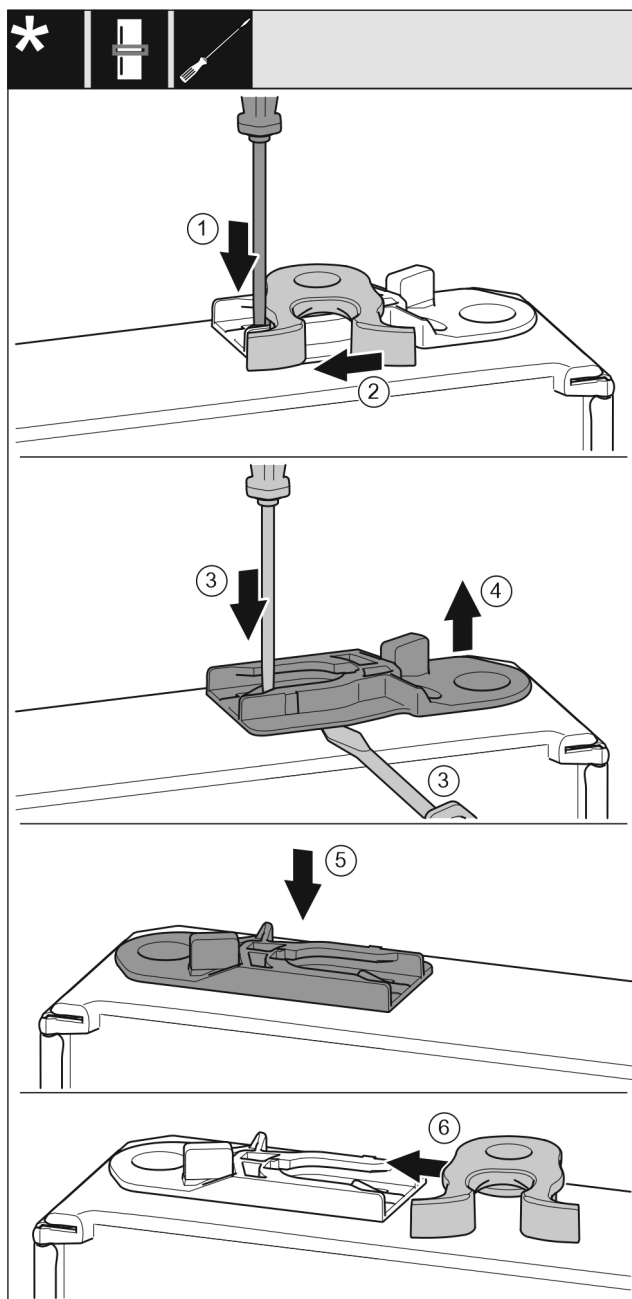

Fig. 19
- Прижмите накладку Fig. 19 (1) шлицевой отверткой вниз.
- Выведите запорный крючок Fig. 19 (2) из направляющей.
- Извлеките направляющее гнездо Fig. 19 (3, 4): прижмите накладку шлицевой отверткой и одновременно переместите ее шлицевой отверткой под направляющее гнездо.
- Вставьте входящее в комплект поставки направляющее гнездо Fig. 19 (5) на другой стороне корпуса.
- Вставьте запорный крючок Fig. 19 (6) в направляющую.